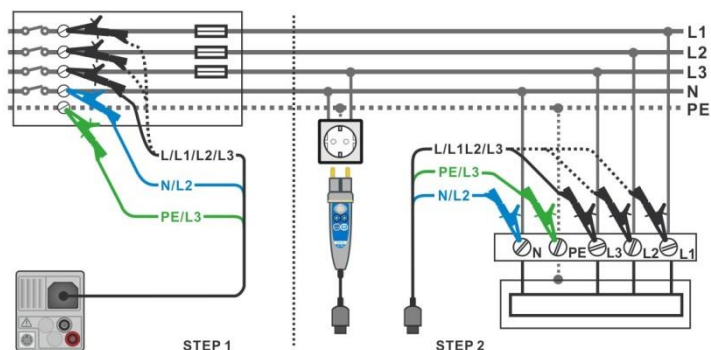

Abbildung 7.94: AUTO TT Messung
- › Schließen Sie die Prüfleitungen oder den Commander Prüfstecker am Prüfling an, siehe **Abbildung 7.94**.